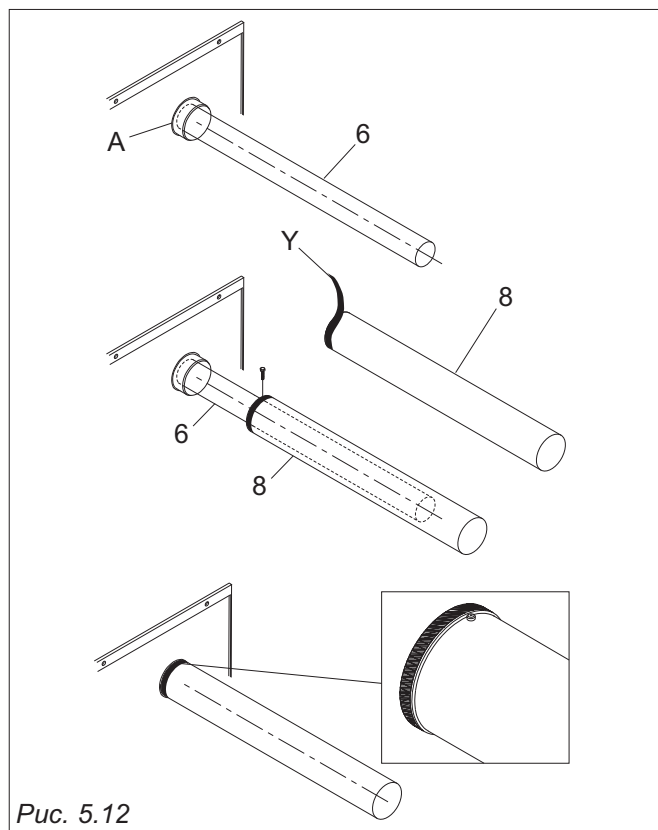

Рис. 5.12
- 6) Установить прокладку (Y) на борт воздуховода (8) (см. рис. 5.12)
- Закрепить на кольце (A) воздушного короба воздуховод (8) с помощью входящих в комплект винтов (см. рис. 5.12).